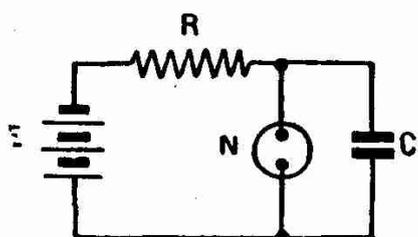
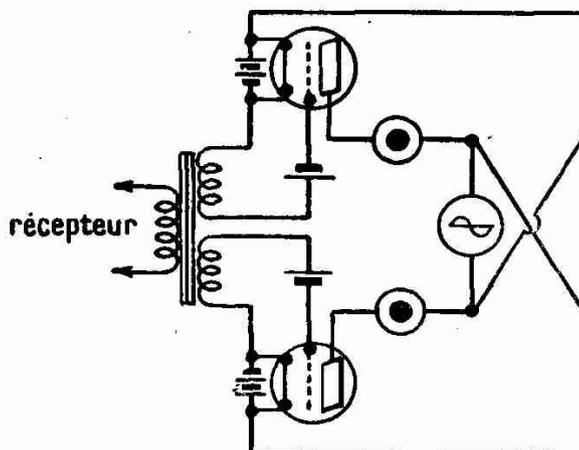

Fig. 6
Fig. 7
**MÉTHODE DU L.N.R.** — L'année dernière, nous avons entrepris au Laboratoire National de Radioélectricité, sous la direction de M. Jouaust, diverses expériences sur les échos. Un dispositif transmetteur de tops, à tube à néon, résistance et capacité (fig. 6), modulait un émetteur d'ondes courtes, en l'occurrence le poste de 75 m. de la Tour Eiffel. Chaque top durait moins de  $1/10.000^e$  de seconde. En attendant l'installation d'un enregistrement photographique, une méthode d'observation auditive, imaginée par M. Jouaust, fut employée (fig. 7). Deux lampes amplificatrices, attaquées par la sortie du récepteur, alimentent chacune un écouteur, la tension de plaque étant fournie
par un générateur de courant musical (hétérodyne de basse fréquence), monté en opposition sur les deux lampes (fig. 7). Un seul écouteur est donc en action à la fois (celui pour lequel